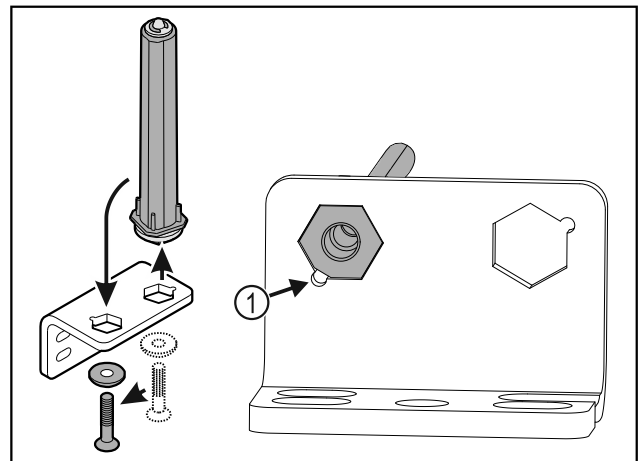

Fig. 38
- Dbejte, aby při vsazování ukazovalo zešíkmení čepu Fig. 38 (1) ke kulatému otvoru.